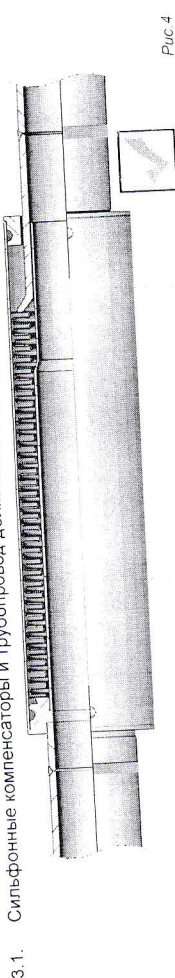

Рис. 4
- 3.1. Сифонные компенсаторы и трубопровод должны быть на одной оси (Рис.4).